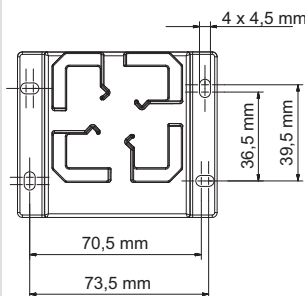

Fig. 2
2. Marque los orificios para el montaje de los pernos en la pared de acuerdo con las dimensiones que se muestran en la Fig. 2 o sosteniendo la base de montaje en la pared